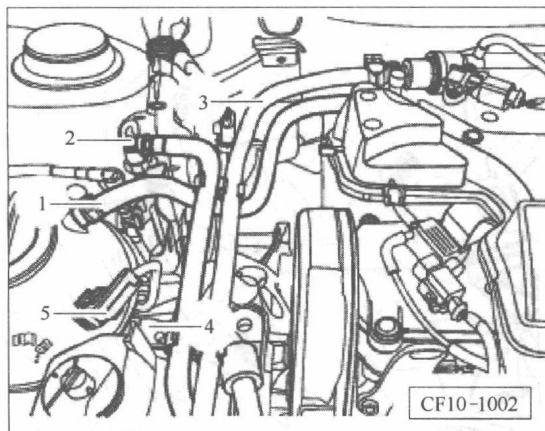

图 2-8 脱开燃油管路
⑱ 断开储液罐上部连接软管 1、电器连接插头 5 和下部连接软管 4, 见图 2-8。
⑲ 脱开燃油管路 2, 见图 2-8。
⑳ 断开至活性炭罐的连接软管 3, 见图 2-8。